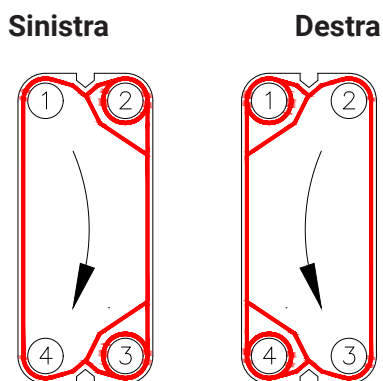

Figura 3: Piastra sinistra e destra
- Sulle piastre a destra, il fluido scorre dal collegamento 2 al 3 o al contrario dal 3 al 2 (**Figura 3**).
- Sulle piastre a sinistra, il fluido scorre da 1 a 4 o da 4 a 1 (**Figura 3**).